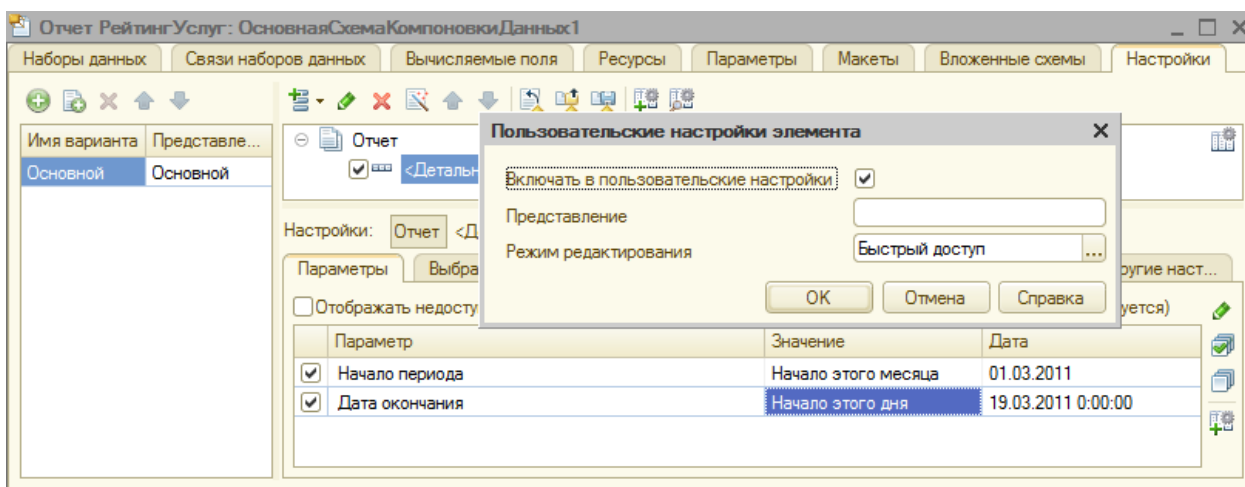

Рисунок 80 Пользовательские настройки элемента
20. Включите на вкладке **Параметры** возможность выбора периода формирования отчета в пользовательские настройки (зеленый плюс справа) (рис. 80):